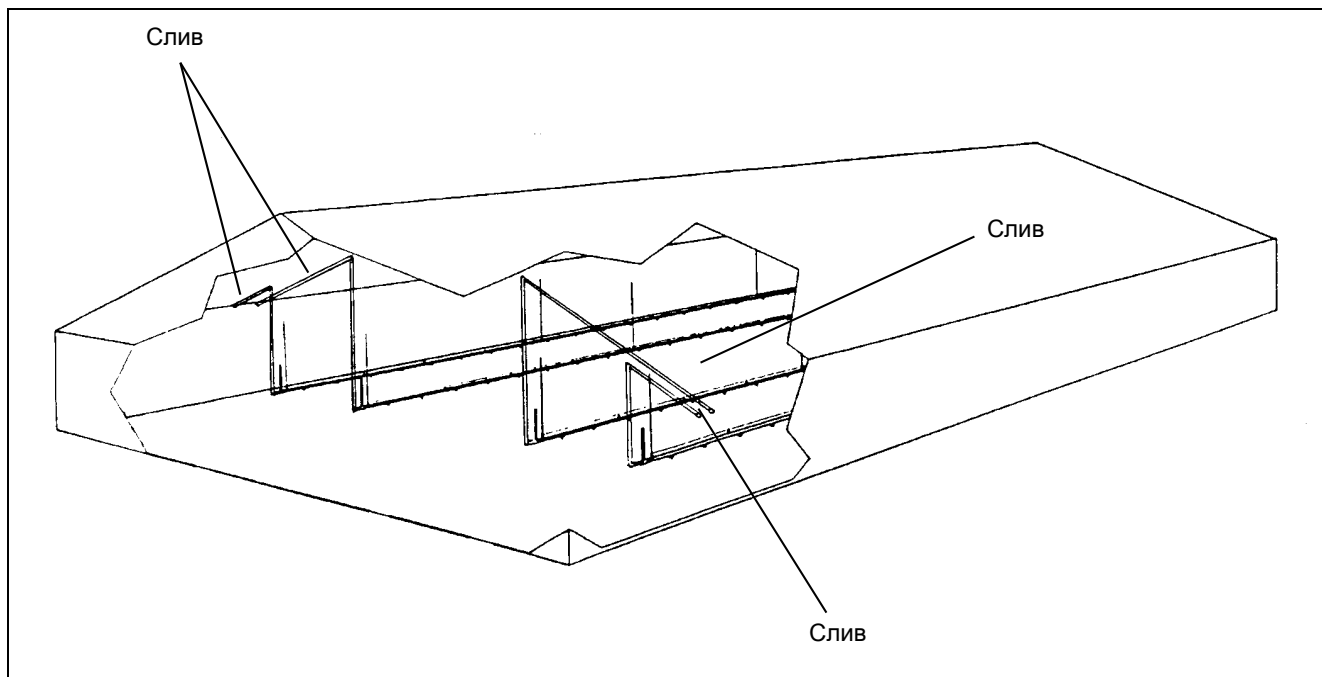

Рисунок 7N
4. Наверните четыре (4) оборота резьбоуплотнительной ленты (тефлон) на колено и затяните на поворотном переходнике. Не перетягивайте.
5. Подсоедините садовый шланг (продается отдельно) к колену и проложите его к водопроводной системе под потолком как показано на Рисунок 7N на стр. 27.